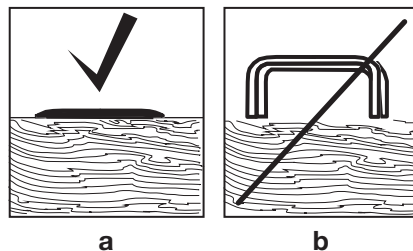

Figure.5 Placez les clous sur le côté gauche du canal, pointes vers le haut
5. Bei Stiftnägeln muss der Nagelkopf nach unten zeigen. Bei Pins muss das flache Ende nach unten und die Spitze nach oben zeigen. Schieben Sie den Schlitten zu und achten Sie darauf, dass der Riegel einrastet. (Abb. 5)